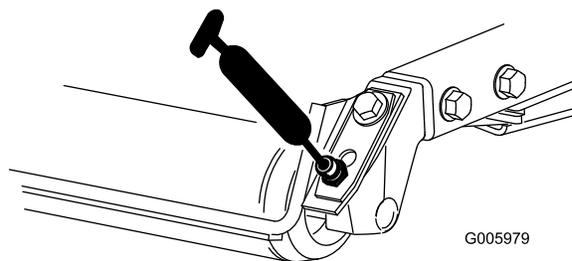

Рисунок 28
- Задние роликподшипники (2 на режущий блок) (Рисунок 28 )